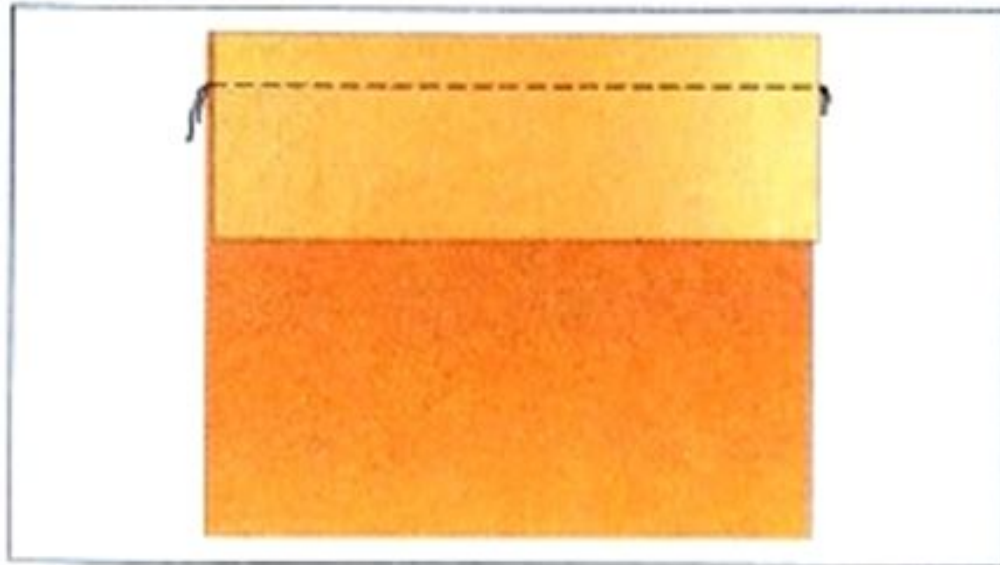

Рис. 48. Притачивание
1. Наложить бейку на изделие (лицевыми сторонами внутрь), уравнивать срезы. Слегка натягивая, притачать бейку. Ширина шва 6 мм. Ориентиром может служить ширина лапки (рис. 48)